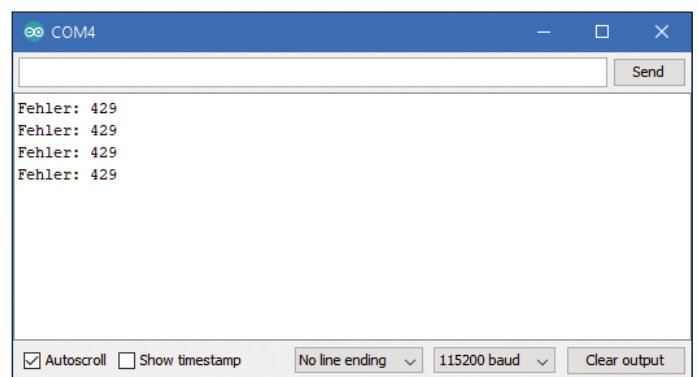

Figure 7. Le Serial Monitor enregistre les réponses du point final REST. Ici, le message d'erreur 429 est émis parce que le nombre de demandes a été dépassé.
Notez que l'envoi gratuit de requêtes par ce service est limité à 50 par jour. Au cours de nos essais, nous avons dépassé ce nombre et avons reçu un message d'erreur avec le code 429 sur la requête GET comme valeur de retour. Toutefois, tant que vous ne dépassez pas le nombre maximum de requêtes, le code de statut 200 (OK) et les données de la demande REST sont renvoyés au µC. Dans l'environnement de développement, vous pouvez suivre dans le moniteur série (*Outils|Moniteur série*) les valeurs de retour reçues par le µC (**fig. 7**).